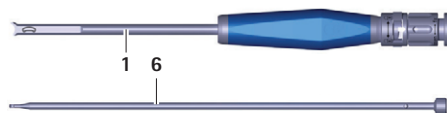

Fig. 12 Instrumento introdutor desmontado
- Retirar a barra 6 do tubo 1, ver Fig. 12.